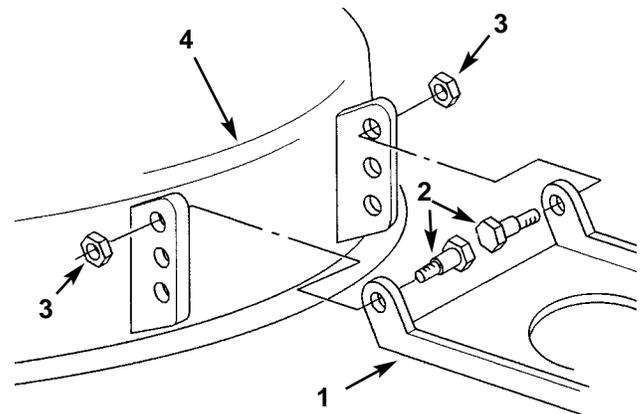

Bild 53
11. Wenn sich die 6,4 bis 15,8mm Neigung vorne-hinten nicht durch Drehen der Neigungseinstellmuttern realisieren läßt, die Mähwerk-Gelenkaufhängungen am Mähwerk verlagern (Bild 53).
12. Die Ansatzschrauben und Sperrmutter vom Mähwerk abziehen (Bild 53).
13. Das Mähwerk in eine tiefere Lochstellung am Mäheraufhängegelenk einrasten und die Ansatzschrauben und Sperrmutter wieder einsetzen (Bild 53).